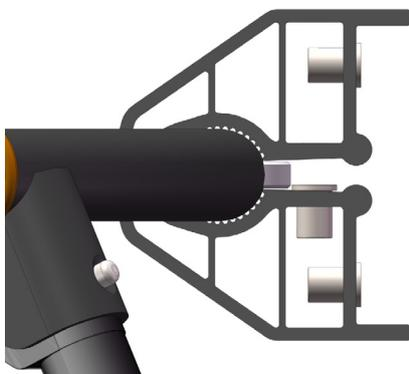
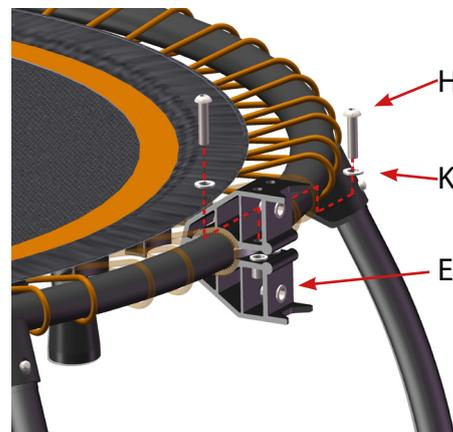

Abb. 7
Abb. 8
2. Drücken Sie die Klemme am Rahmen zusammen (siehe Abb. 7) und befestigen Sie die Klemme mit jeweils zwei Inbusschrauben (H) und Unterlegscheiben (K) (siehe Abb. 8).
3. Ziehen Sie die Schrauben mit dem Inbusschlüssel (O) fest.